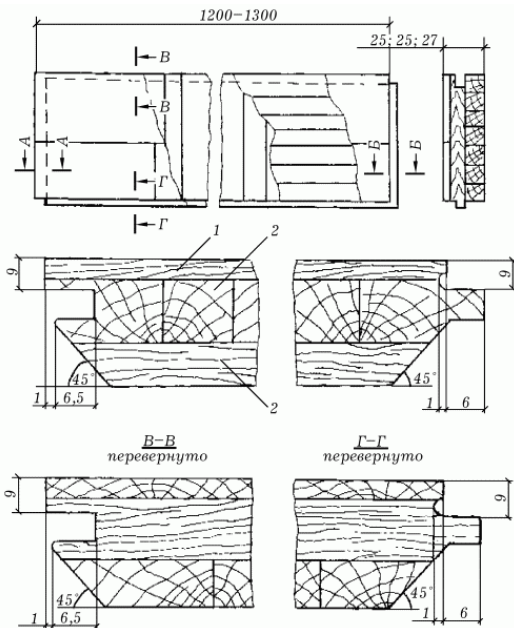

Рис. 4. Паркетные доски РДЗ: 1 – паркетные планки; 2 – рейки основания.
3. Паркетные доски ПД3 с двухслойным основанием, сделанным из двух соединенных между собой слоев реек, уложенных во взаимно перпендикулярном направлении (рис. 4).